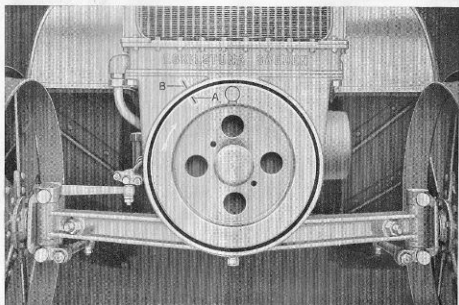

Fig. 6. Svänghjulets läge vid inmontering av regulatorn.
1. Vrid svänghjulet så, att skåran "A" i detta står mitt för skåran "B" i framstället (se fig. 6).